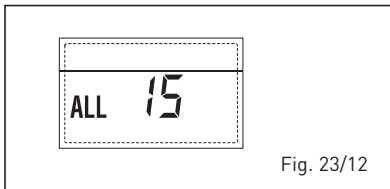

Fig. 23/12
- ANOMALIA SONDA EXTERNA “ IN-TERMITÊNCIA” (fig. 23/13)